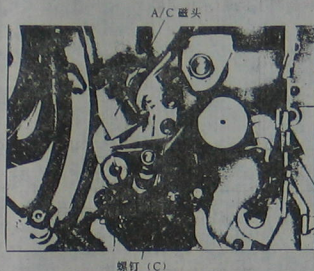
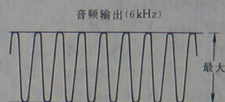

图 1-44 A/C 磁头方位角调整
图 1-45 A/C 磁头方位角调整后的音频输出信号
① 拆卸下顶盖和底板, 将示波器连接到后面板的音频输出 (AUDIO OUTPUT) 端。
② 用校准磁带 VFJ8125H3F 重放出 6kHz 的音频信号。
③ 参看图 1-44, 调节 A/C 磁头基座上不加弹簧的螺钉 (C), 使音频输出电平达到最大值, 如图 1-45 所示。